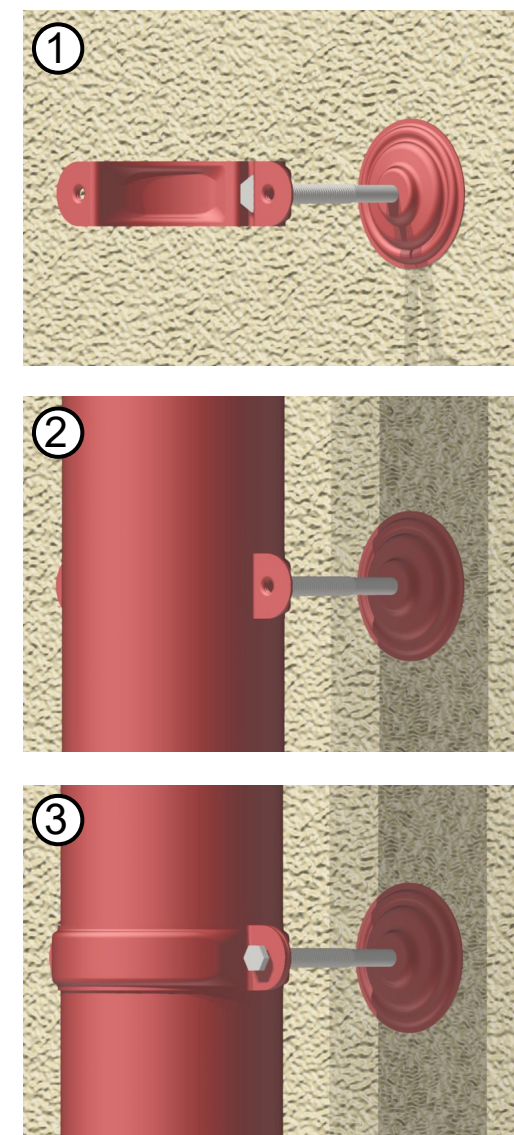

Рис. 16 Монтаж хомутов
- 11.1.4 После установки шпильки прижмите декоративную накладку к стене (допустимо использование герметика) (рис. 16, ч. 1).
- 11.1.5 Поместите трубу в заднюю часть хомута (рис. 16, ч. 2).
- 11.1.6 Приложите переднюю часть хомута к задней и соедините их между собой винтами (рис. 16, ч. 3).